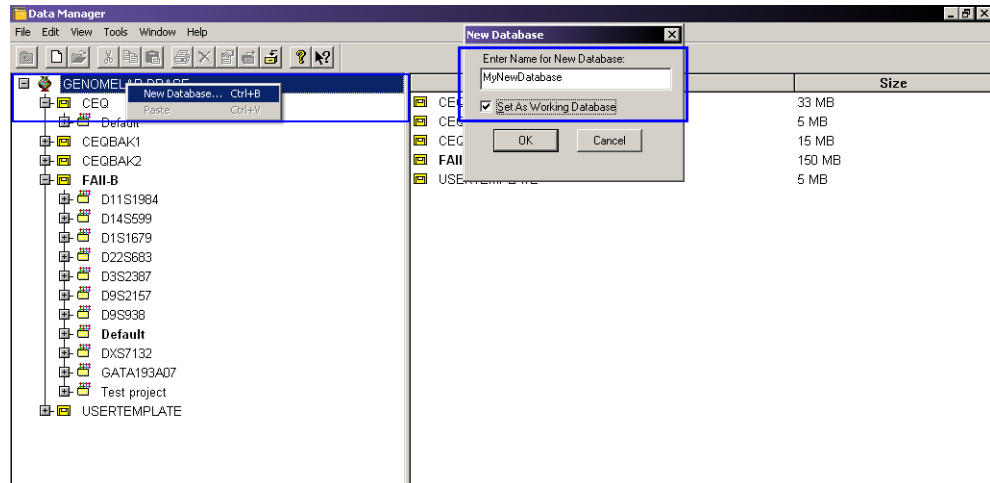

图 8.4 检查数据库容量
2. 左击左侧面板顶部的 **GENOMELAB DBASE**（GENOMELAB 数据库）节点。右侧面板显示了每一个数据库的容量，如图 8.4 所示。